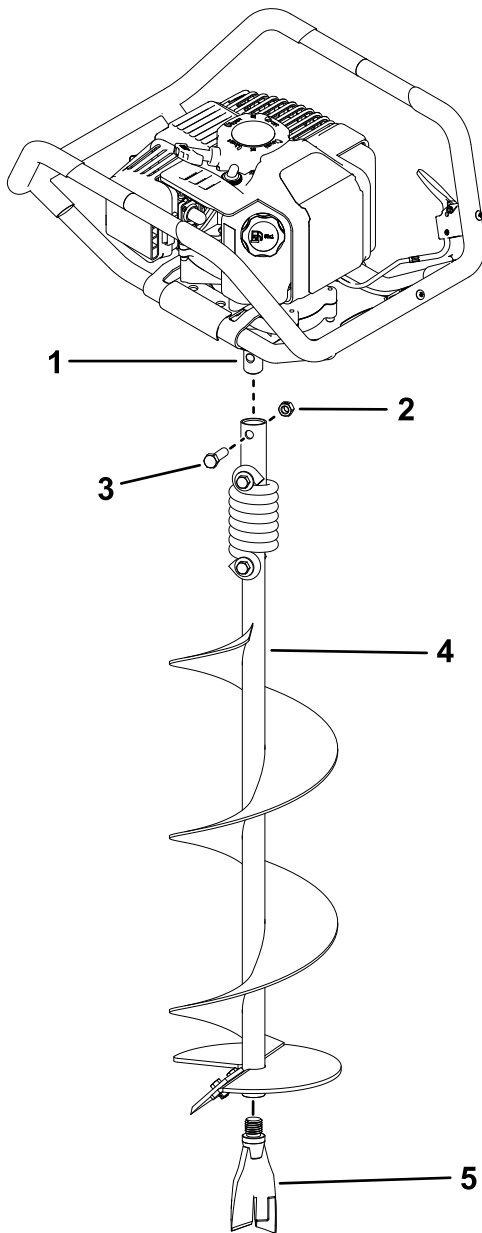

Figura 3
1. Introduzca el eje de salida del cabezal en el extremo abierto de la barrena (Figura 3).
2. Sujete el cabezal a la barrena con el perno ($\frac{3}{8}$ " x $1\frac{1}{2}$ ") y la contratuerca ($\frac{3}{8}$ "), como se muestra en la Figura 3.
3. Fije la punta de cola de pescado a la barrena (Figura 3).